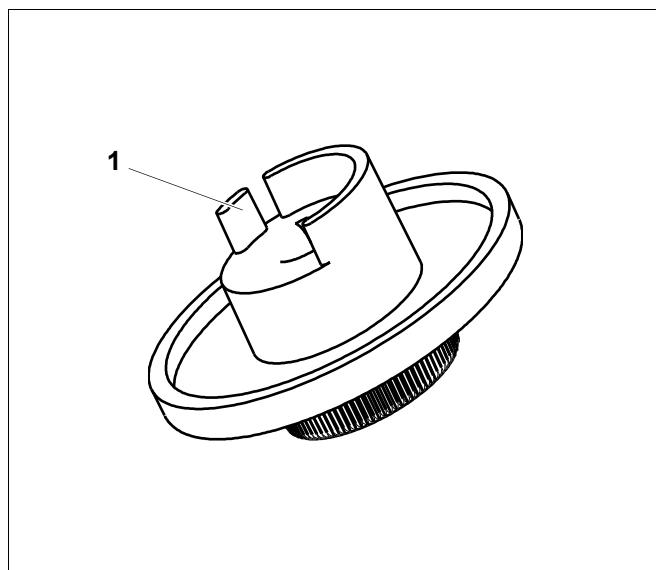

Рис. 4 Ручка настройки
- Отломите стопор (\rightarrow рис. 4, [1]).